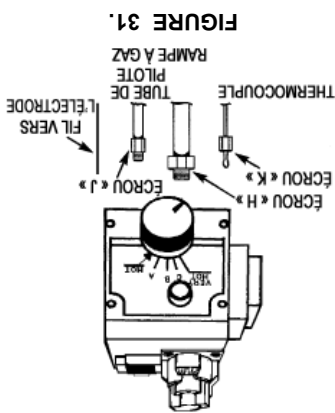
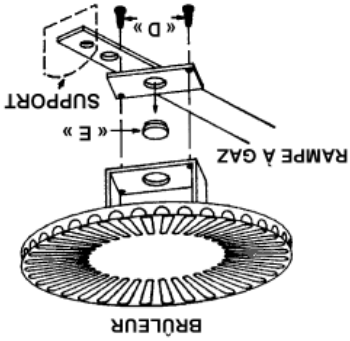
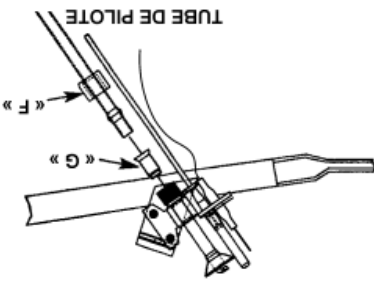

FIGURE 31.
FIGURE 33.
FIGURE 34.
Étape 15. Vérifiez les fuites de gaz avec uniquement la flamme du pilote qui brûle en utilisant une solution d'eau savonneuse, et non une allumette ou une flamme ouverte. Vérifiez les fuites de gaz aux raccords « J » et « G », voir Figure 34 page 19 et aux raccords « L » et « F », voir Figure 31 page 19.
Étape 14. Poussez complètement le bouton de contrôle et tenez-enfoncé. Allumez immédiatement le pilote en utilisant l'allumeur Piezo. Continuez de tenir le bouton de contrôle enfoncé pour environ une (1) minute après que le pilote soit allumé. Relâchez le bouton et il remontera. Le pilote doit rester allumé. S'il s'éteint, répétez les Étapes 9 à 12.
Étape 19. Avec une solution d'eau savonneuse, non une allumette ou une flamme ouverte, vérifiez les fuites de gaz au raccord de gaz « H », voir Figure 31 page 19. Si une fuite de gaz se produit, arrêtez immédiatement en fermant le robinet de gaz à l'entrée au contrôle, ou en tournant le bouton de contrôle de gaz () à « PILOTE » en poussant et en tournant à « ARRÊT ». Réparez les fuites de gaz si nécessaire et répétez les étapes 9 à 19.
au chauffe-eau, puis en desserrant l'écrou « H » de ¼ po qui retient l'assemblage du brûleur au contrôle, voir Figures 31 et 32. Desserrez l'écrou « J » du tube du pilote et l'écrou « K » de l'allumeur Piezo.
Étape 4. Enlevez les vis « D » dégageant du même coup la rampe à gaz du brûleur, voir Figure 33 page 19.
Étape 5. Enlevez la buse « E » en utilisant une clé de 3/8 po, voir Figure 34 page 19. Installez la buse marquée « P.L. » (qui se trouve dans le sac) dans la rampe à gaz. Serrez sécuritairement. Fixez le brûleur à la rampe à gaz avec les vis « D ».
Étape 6. Desserrez l'écrou « F » du tube du pilote, voir Figure 34 page 19. Enlevez la buse « G » et remplacez avec la buse de couleur rouge qui se trouve dans le sac. Remplacez l'écrou « F » et serrez sécuritairement.
Étape 7. Assurez-vous que toutes les connexions sont serrées de façon sécuritaire et remettez en place tout l'assemblage du brûleur dans le chauffe-eau. Positionnez l'extrémité de la rampe à gaz à l'intérieur du support tel qu'illustré dans la Figure 33 page 19. Installez de nouveau la rampe à gaz dans le contrôle et serrez l'écrou « H » de ¼ po de façon sécuritaire. Assurez-vous encore une fois que l'extrémité de la rampe à gaz soit encore à l'intérieur du support tel qu'illustré dans la Figure 33 page 19. Installez de nouveau le tube de pilote et le thermocouple dans le contrôle, voir Figure 31 page 19. Branchez le fil à l'allumeur Piezo. Remettez en place la porte intérieure en utilisant les 6 vis enlevées à l'Étape 3.